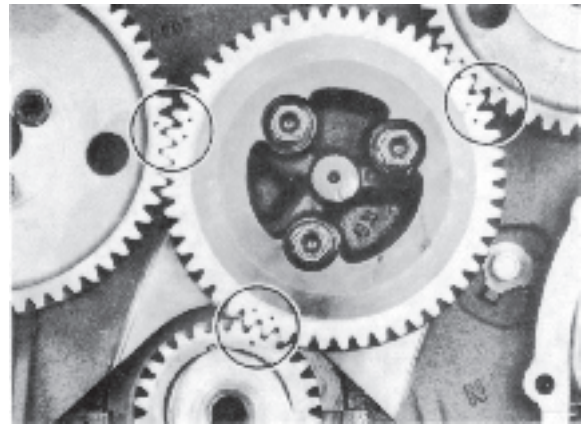
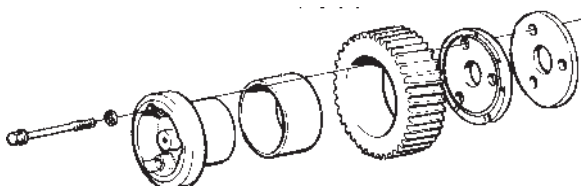

Fig. 52 Pignon de distribution, calage de base
Fig. 51 Pignon intermédiaire de distribution
Tous les pignons qui jouent un rôle important dans le calage de la distribution sont repérés au pointeau, soit sur une dent, soit dans un entre-dent (fig. 52).
3. Remonter le pignon intermédiaire (1) suivant le repérage (figure 52). Placer le flasque et la rondelle butée comme l'indique la figure 51. Couple de serrage : 60 Nm (6 kpm). Vérifier que le jeu axial est de 0,05 à 0,15 mm.
4. Remonter le pignon de la pompe d'injection (3) avec la pièce intermédiaire mais sans serrer les vis. Vérifier que les repérages coïncident.
3. Faire tourner le moteur jusqu'à ce que le piston No 1 se trouve au point mort 0 (0° sur le volant). Vérifier que les repères des pignons de distribution coïncident (fig. 52).